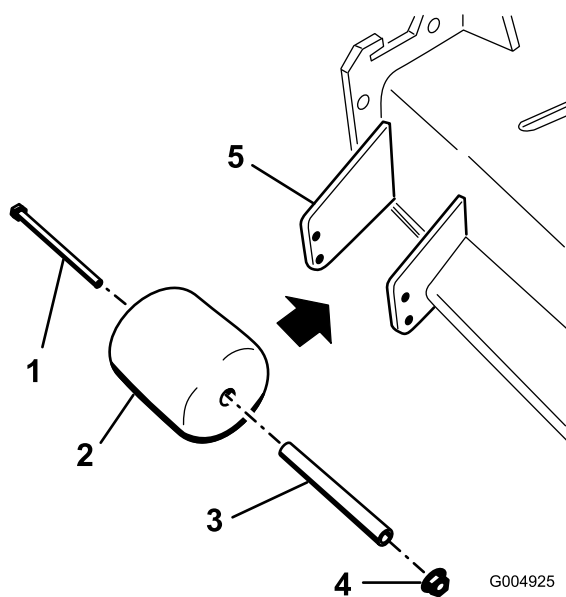

**Figure 30**
- Retirez les fixations de chaque galet sur le tablier de coupe et montez ou abaissez les galets selon le cas; reportez-vous aux Figure 26 à Figure 30 selon ce qui convient à votre tondeuse.